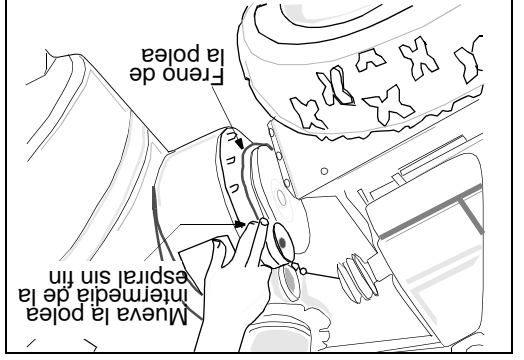

Figura 28
- Para extraer la correa propulsora de la espiral sin fin delantera, empuje la polea intermedia hacia la izquierda. La mensula de la correa debe moverse hacia afuera. Vea la Figura 28. Levante la correa propulsora de la espiral sin fin delantera de la polea de la espiral sin fin delantera.